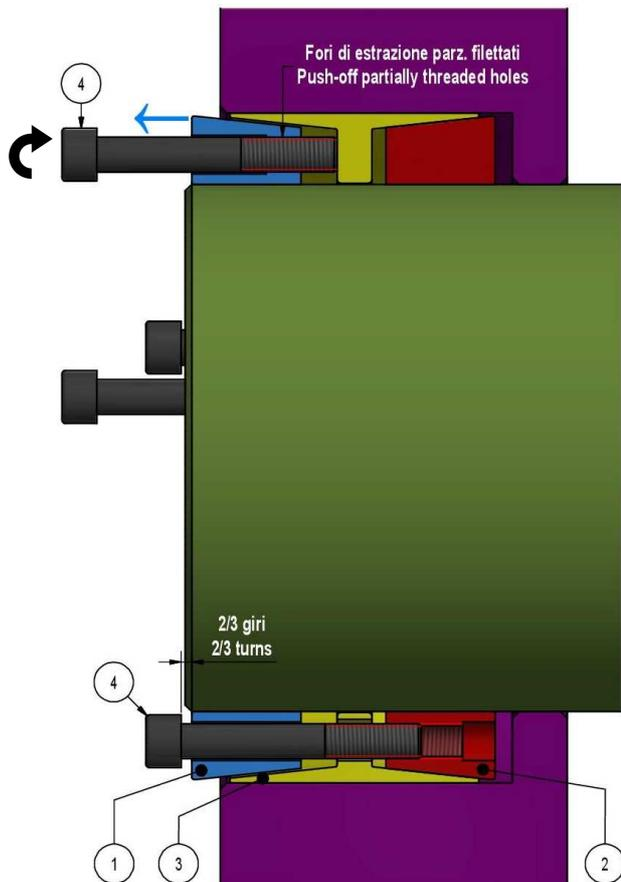

Fig. 4. Sbloccaggio dell'anello di spinta anteriore.
2. Allentare tutte le viti di due/tre giri e spostarne un numero corrispondente in tutti i fori di estrazione parzialmente filettati dell'anello di spinta anteriore. Sbloccare l'anello di spinta anteriore, **avvitando progressivamente queste viti in più passate, secondo uno schema a croce, serrando di $\frac{1}{4}$ di giro circa ad ogni passata (fig. 4)**. Partire con una vite posizionata a circa 90° rispetto al taglio dell'anello di spinta anteriore; le viti adiacenti al taglio vanno serrate in sequenza.